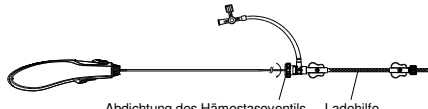

Abbildung 8. Anziehen der Abdichtung des Hämostaseventils im Uhrzeigersinn
- Die Abdichtung des Hämostaseventils adäquat anziehen (siehe Abbildung 8) und durch wiederholtes Schieben und Ziehen sicherstellen, dass eine angemessene Spannung vorliegt.